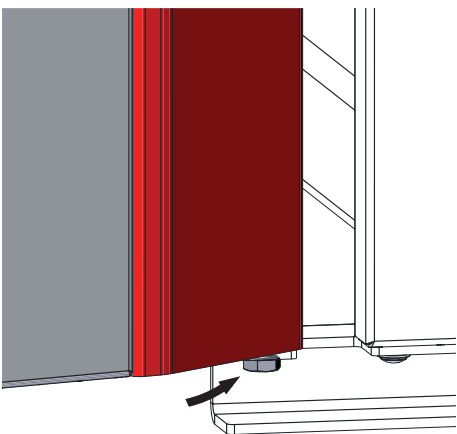

Fig. 77 Avvitare completamente la vite a testa esagonale
- ▶ Avvitare completamente la vite a testa esagonale in basso e stringerla – Fig. 77.